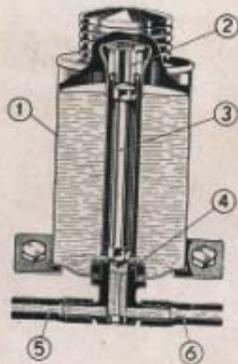

Fig. 35. Sezione del serbatoio olio per la lubrificazione della sospensione anteriore.
Il rifornimento dell'olio, sia per l'effetto frenante che per la lubrificazione, avviene automaticamente a mezzo di uno speciale dispositivo regolabile (vedi fig. 35), che consiste essenzialmente in un piccolo serbatoio (1) ripieno di olio, applicato al centro del cruscotto, sotto il cofano, e collegato agli organi della sospensione a mezzo di due tubi di gomma e tela (5) e (6).